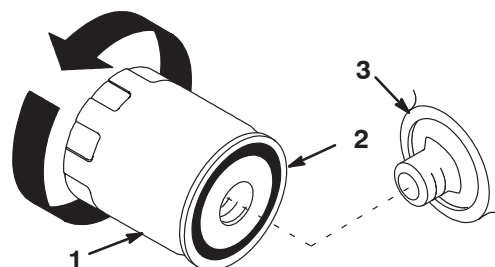

Figure 19
9. Changez le filtre à huile au besoin (Fig. 19).
2. Déposez le filtre à huile usagé et essuyez la surface du joint de l'adaptateur (Fig. 19).
3. Appliquez une fine couche d'huile propre sur le joint en caoutchouc du filtre de rechange (Fig. 19).
4. Posez le filtre à huile de rechange sur l'adaptateur. Tournez le filtre dans le sens horaire jusqu'à ce que le joint touche l'adaptateur, puis donnez 1/2 à 3/4 de tour supplémentaire (Fig. 19).